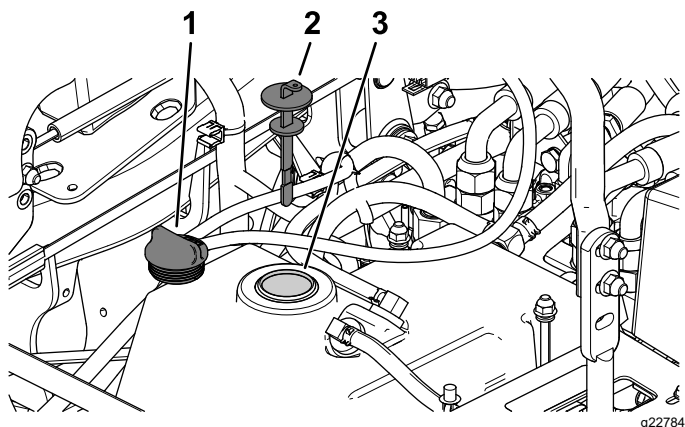

Рисунок 61
5. Снимите крышку гидравлического бака (Рисунок 61).
6. Выверните масломерный щуп и протрите его чистой ветошью (Рисунок 61).